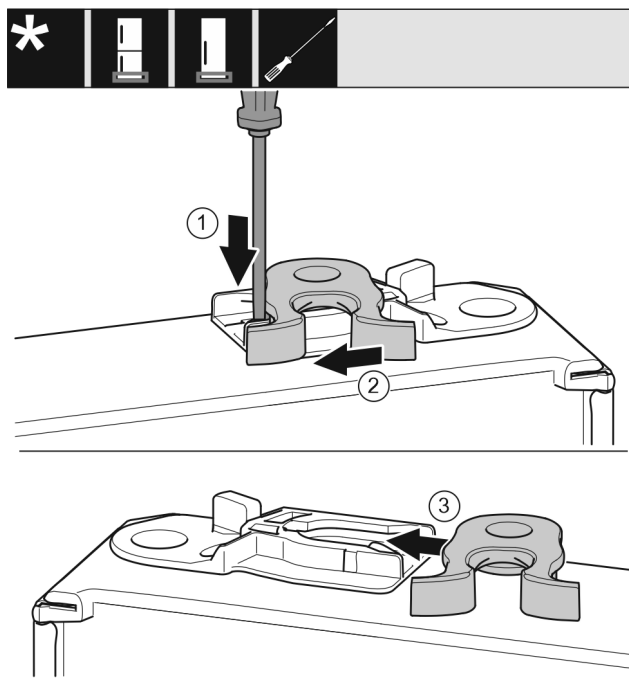

Fig. 18
- ▶ Nyomja le a fedőlemezt Fig. 18 (1) lapos csavarhúzóval.
- ▶ Húzza ki a záróhorgot Fig. 18 (2) a vezetősinből.
- ▶ Tolja be a záróhorgot Fig. 18 (3) a másik oldalon lévő vezetősinbe.